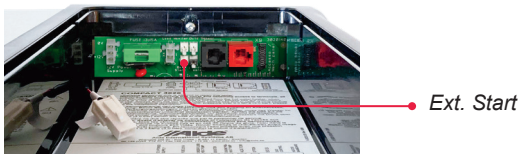

Abb. 4
5. Der Stecker mit grünem und gelbem Kabel wird mit dem mitgelieferten Verlängerungskabel verbunden (Abb. 1, F). Das Kabel wird dann an den ext. Startschalter (Abb. 4) angeschlossen und es wird angezeigt, ob der Filter während des Wasserflusses von der Wasserpumpe auf dem Bedienfeld aktiv ist.